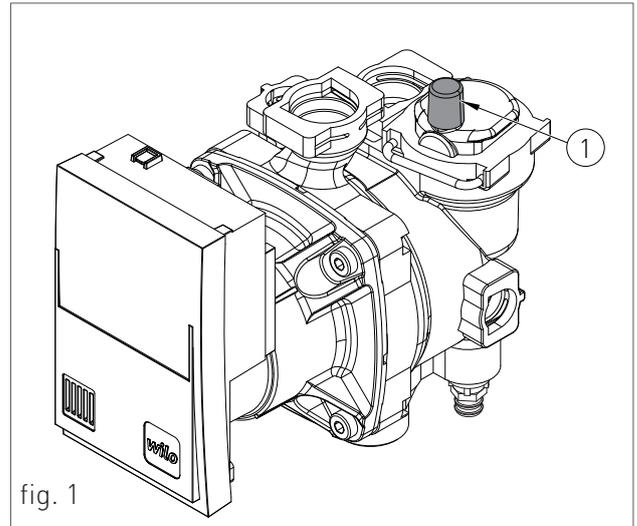

fig. 1
1. aflojar ligeramente el tapón del purgador de la bomba (1-fig. 1) para eliminar el aire del sistema;